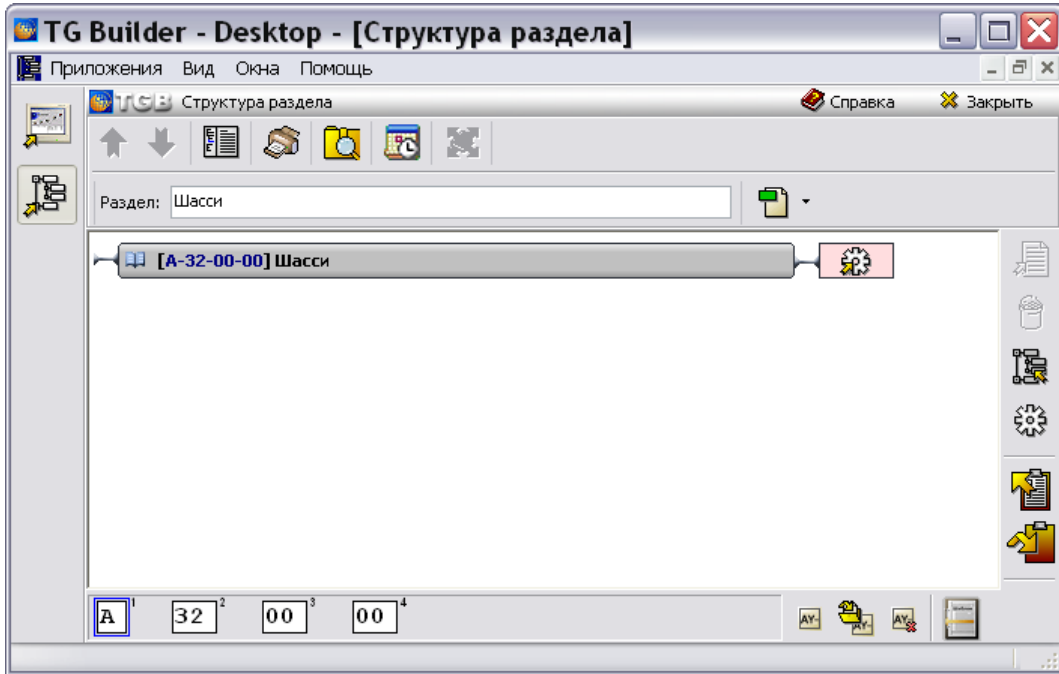

Рис. 19.8
2. В окошке раздела **Документы для разработки** щелкните по названию документа два раза левой кнопки мыши. После этого откроется диалоговое окно **Структура раздела**, в котором находится часть проекта, назначенная разработчику (Рис. 19.8).